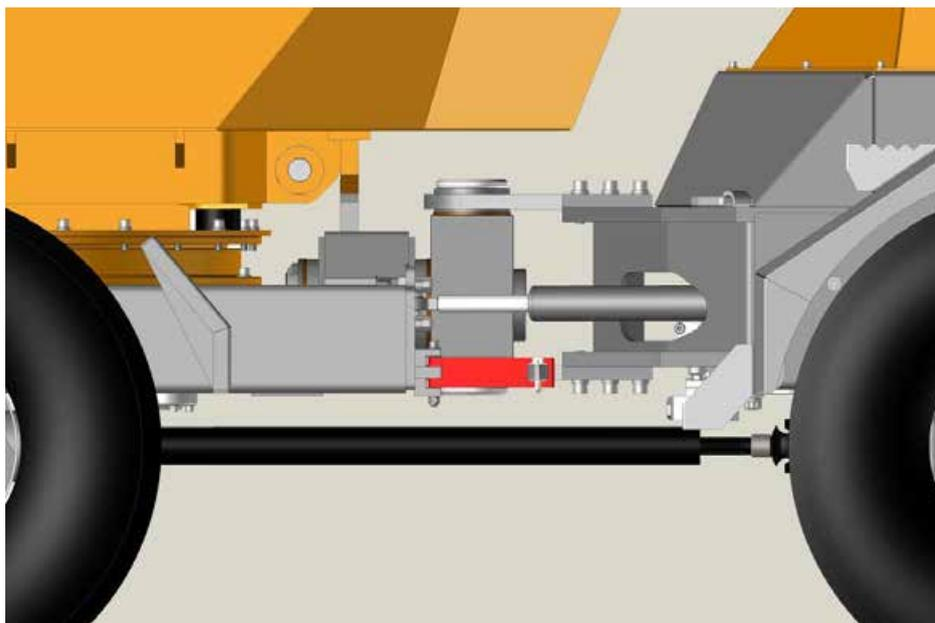

Figure 1. levier de verrouillage de l'articulation en position longitudinale et goupille d'arrêt insérée.
- le pliage de la machine est évité en plaçant et en bloquant le dispositif de blocage (figure 1).